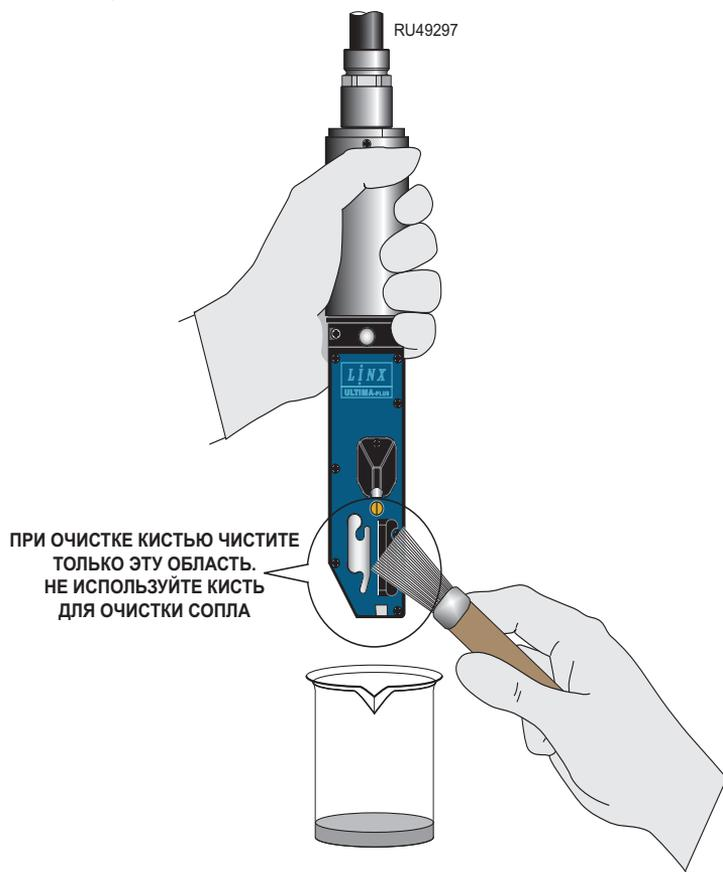

Рисунок 7-16 Очистка печатающей головки кистью (только для пигментированных чернил)
5. Используя кисть, входящую в состав комплекта принтера, аккуратно удалите все отложения чернил, не смывые растворителем Рисунок 7-15, особое внимание обращая на отклоняющие пластины (см. Рисунок 7-16 ниже). **Не используйте кисть для чистки сопла:**